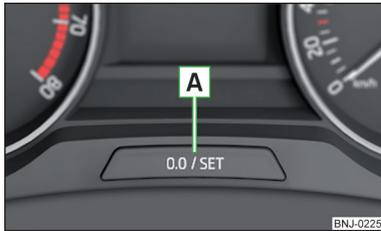

Fig. 27
- » Mantenga pulsada la tecla **A** » fig. 27 hasta que se muestre en la pantalla el punto de menú **Servicio**.